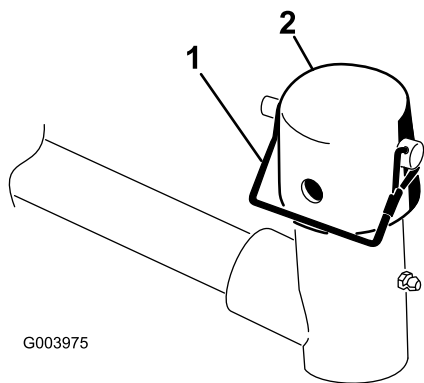

**Figura 9**
**Importante:** Nas unidades de corte n.º 4 (frontal esquerda) e n.º 5 (frontal direita) (Figura 7), utilize as porcas de montagem do suporte da barra para instalar o guia de tubos na frente dos separadores da unidade de corte (Figura 8 e Figura 9).